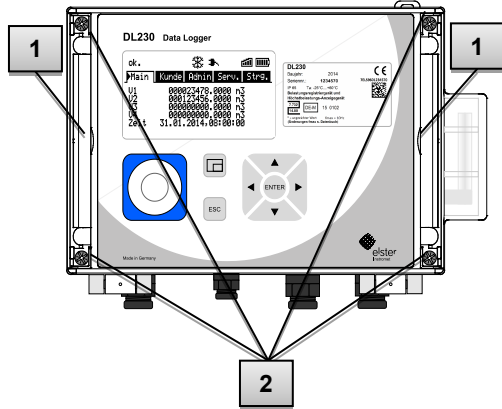

Abb. 25
11. Schließen Sie das Gehäuse mit Hilfe der vier Gehäusedeckelschrauben (Abb. 25, Pos. 2).